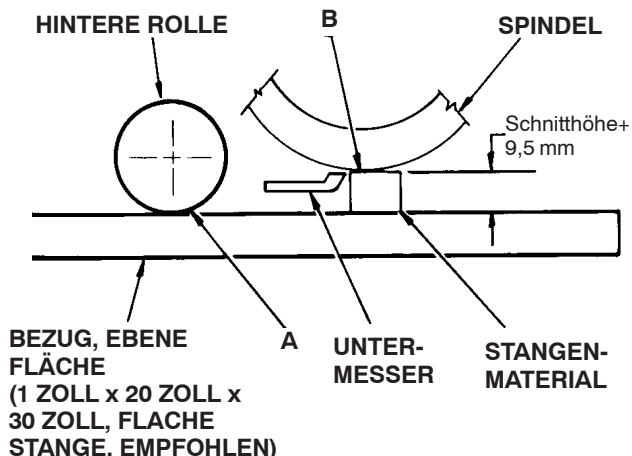

Bild 16
- Setzen Sie ein 70 cm langes Stangenmaterial (Bild 16), das ungefähr 9,5 mm dicker als die gewünschte Schnitthöhe ist, unter die Spindel gegen die Schnittkante des Untermessers (Bild 16). Die Spindel (nicht das Untermesser) muss das Stangenmaterial über die ganze Länge berühren.
5. Setzen Sie ein (Bild 16) 70 cm langes Stangenmaterial unter die ganze Länge der Spindel, neben dem Untermesser ein. Die Dicke sollte der gewünschten Schnitthöhe entsprechen.